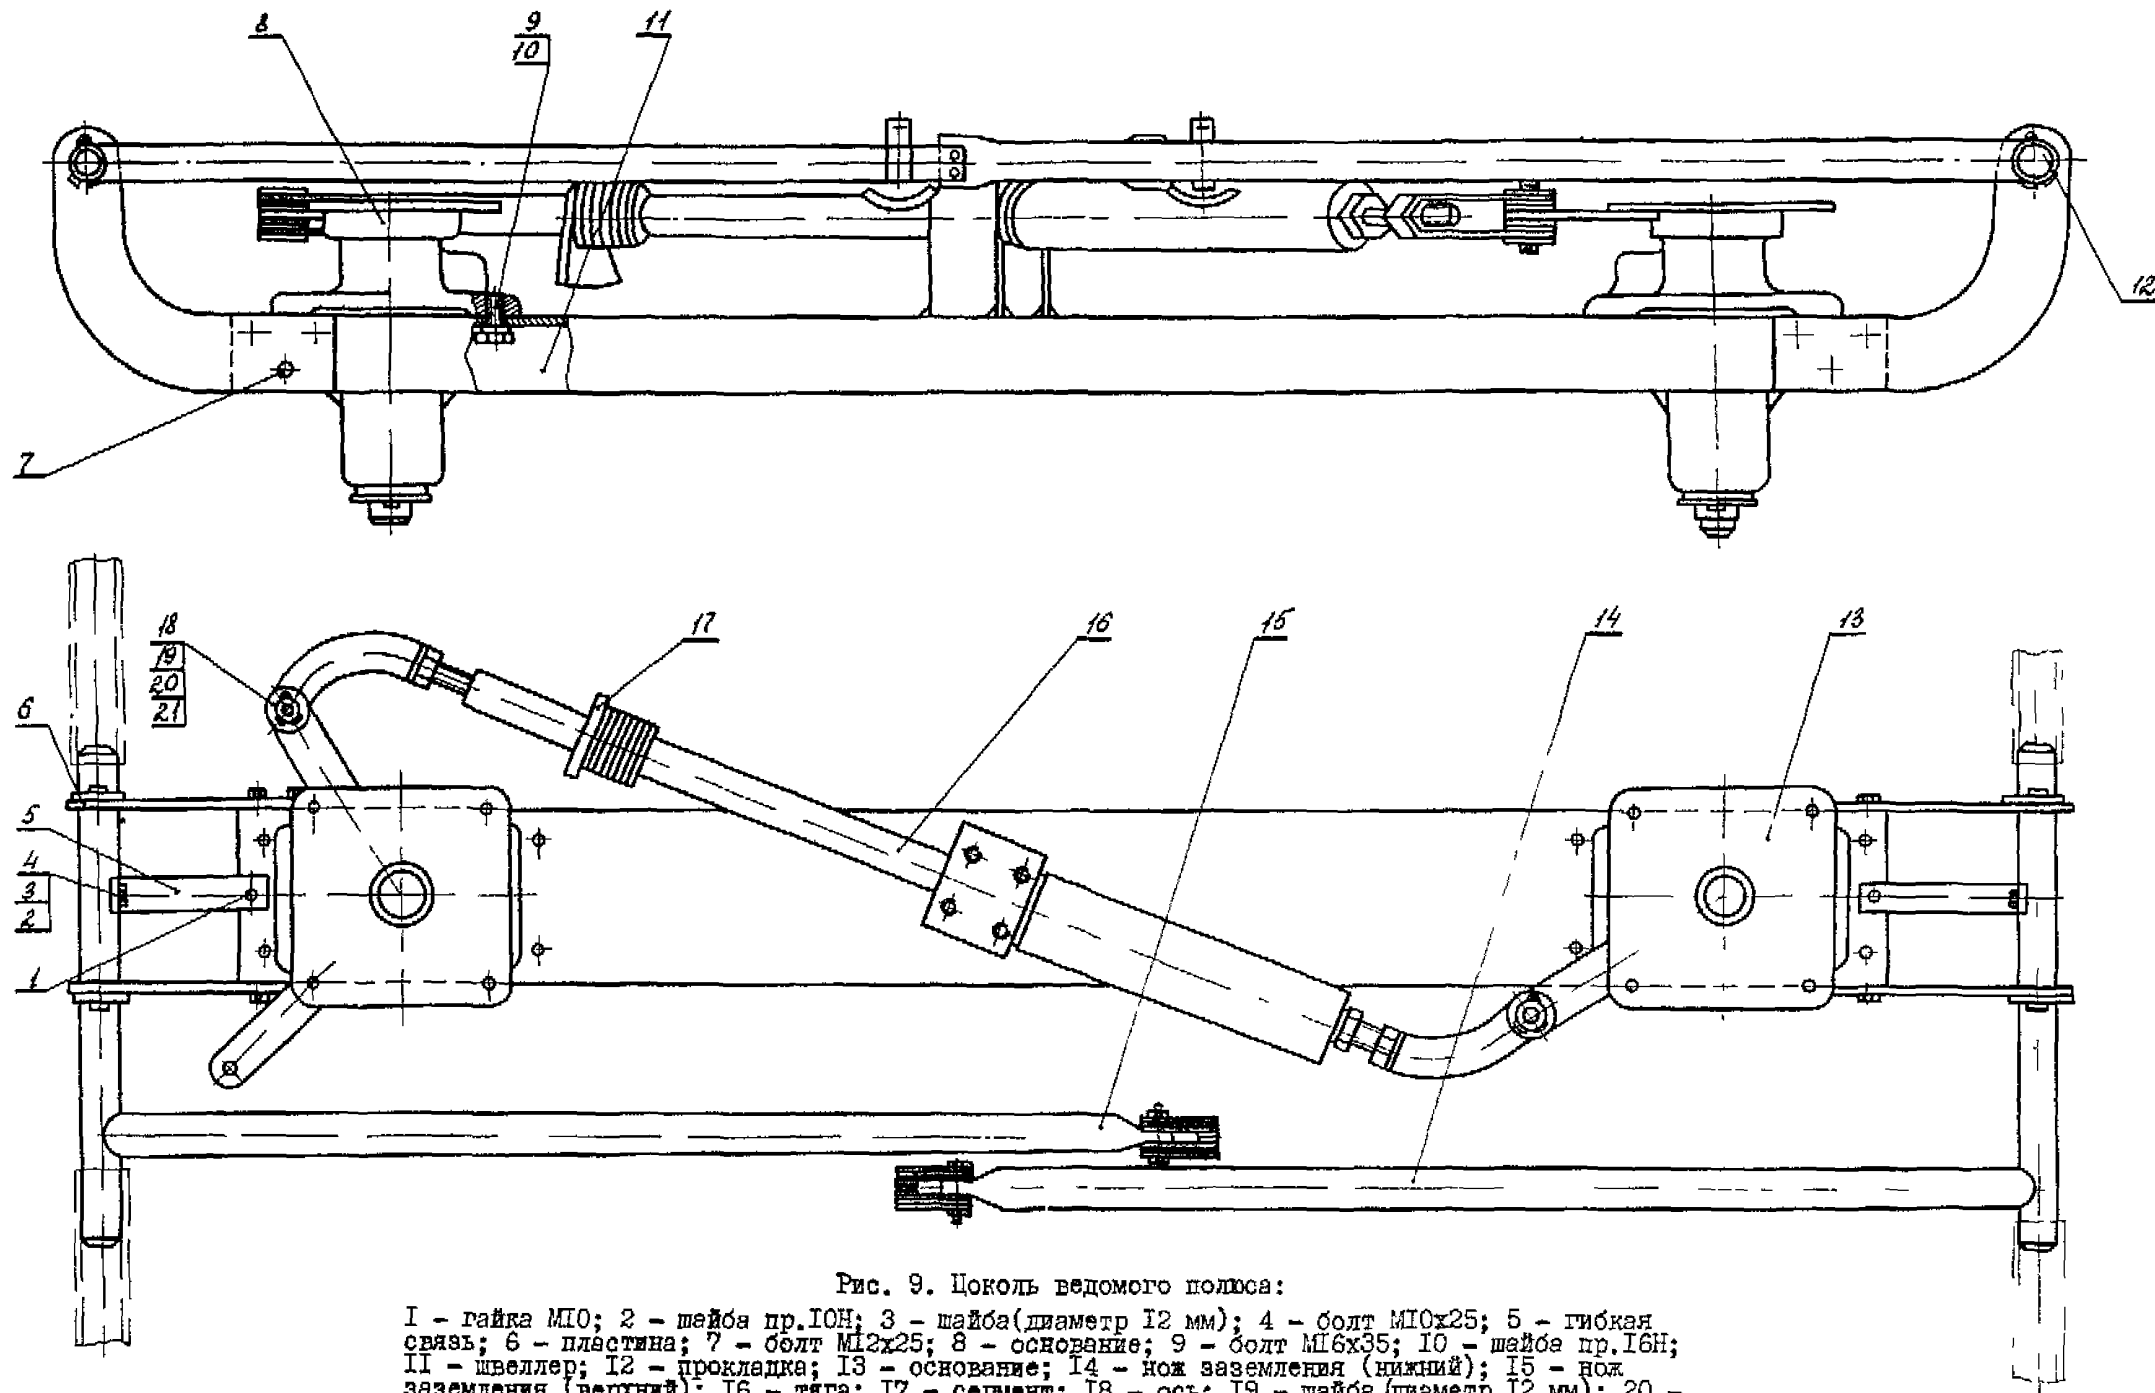

Рис. 9. Цоколь ведомого полюса:
06.18. Установить вилки I и I7 на рычаги оснований II (см. рис. 3) или 8 (рис. 9), установить оси 39 (см. рис. 3) или I6 (см. рис. 9), подложить шайбу 4I (см. рис. 3) или I9 (см. рис. 9) и установить шпильки 40 (см. рис. 3) или 20 (см. рис. 9).